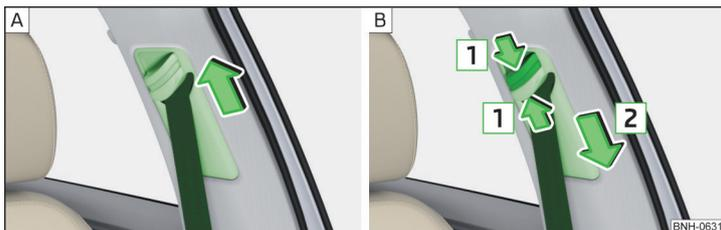

Fig. 5 Réglage de la hauteur de la ceinture sur les sièges avant
- Déplacer l'armature de renvoi **vers le haut** dans le sens de la flèche » fig. 5 - A.
- **ou** : Enfoncer la sécurité dans le sens de la flèche **1** et déplacer l'armature de renvoi **vers le bas** dans le sens de la flèche **2** » fig. 5 - B.